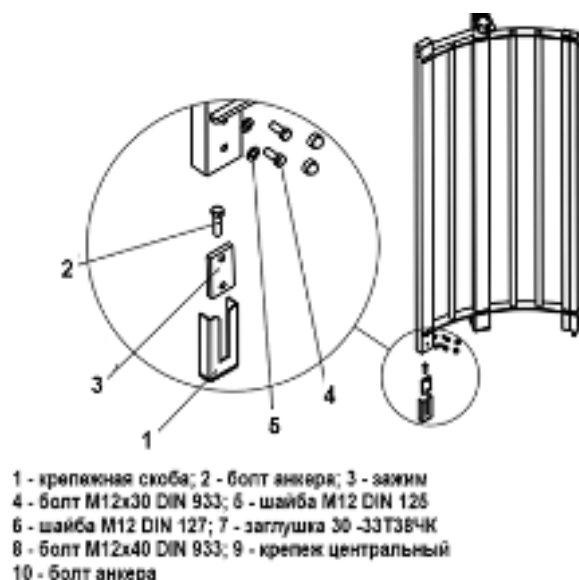

Рисунок 7 – Крепление неподвижной панели ограждения
4.2.8 Рисунок 7 –закрепить неподвижную панель ограждения турникета, используя крепежные скобы (1) 2 штуки болты анкеров (2) М12, закрутив их в соответствующие анкера, используя ключ 19 мм (два варианта крепления).